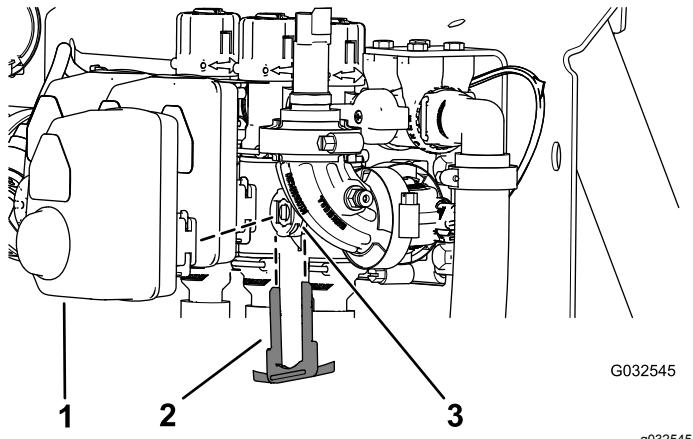

Figura 101
2. Retire la horquilla de retención que sujeta el actuador al distribuidor de la válvula de sección o válvula de agitación (Figura 101).